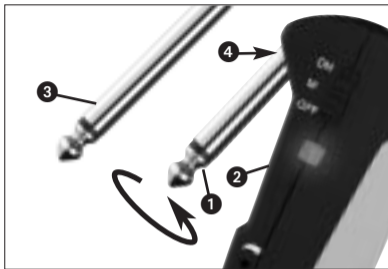

Fig. 4: Come montare il connettore adattatore
4.3 Strumenti con presa d'uscita a scomparsa (vedi fig. 4)